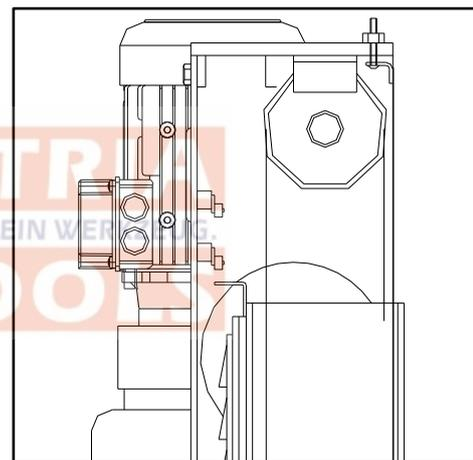

Bild 13
- ◆ Wenn die Hebebühne die maximale Höhe erreicht, stoppt der obere Endschalter automatisch die Bühne, siehe Bild 13.
- ◆ Überschreitet das bewegliche Teil seinen Verfahrweg, befinden sich im oberen Teil des Bedienbereiches zwei in Reihe geschaltete Endschalter, die in der Regel durch den „Aktor“ (Bild 13) am Führungsschlitten in Funktion gesetzt werden. Wenn der erste Endschalter nicht auslöst, würde der zweite nach 3 Sekunden Verfahrweg auslösen.